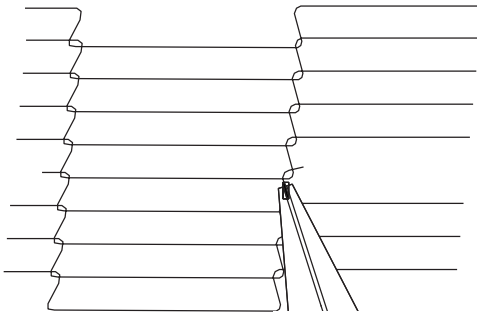

Figura 4-32.
6. Vuelva a unir los eslabones maestros interiores (Figura 4-32.)